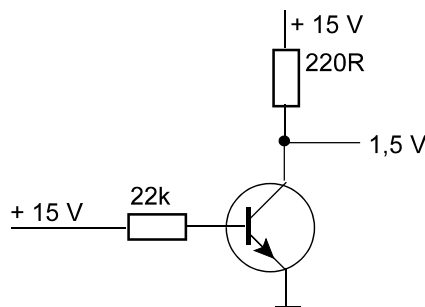

Abb. 8
10. An einer Transistorstufe werden die Spannungen gemäß Abb. 8 gemessen. Am Ausgang wollen wir aber etwa  $0,2..0,3\text{ V}$  sehen (Kollektor-Emitter-Sättigungsspannung). Der Transistor ist o.k. Weshalb funktioniert das nicht? Wo könnte man ändern? (Die  $+ 15\text{ V}$  müssen aber bleiben.)